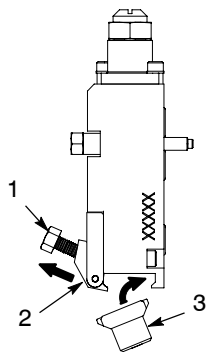

Fig. 5 Dépose/Installation d'un adaptateur CF
- a. Voir la figure 5. Desserrer la vis de la pince maintenant l'adaptateur.